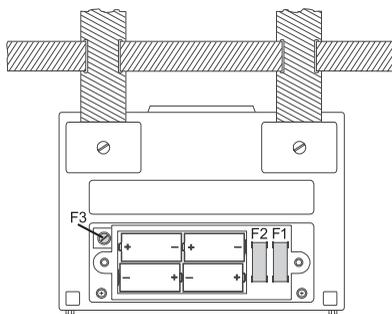

Bild 119: Batterie und Sicherungswechsel
▶ Entfernen Sie den Batteriefachdeckel (24) mit den beiden Batteriefachschrauben (25)
▶ Entfernen Sie die verbrauchten Batterien, und setzen Sie vier Alkaline Batterien 1,5V Typ IEC LR 14 / Baby ein. Achten Sie auf die korrekte Polarität der eingelegten Batterien, siehe Bild 119, Seite 74.
▶ Schliessen Sie den Batteriefachdeckel (24) mit den beiden Batteriefachschrauben (25) wieder.
Hat durch Überlastung oder Fehlbedienung eine Sicherung ausgelöst, so muss diese ausgetauscht werden. Im Batteriefach befinden sich drei Sicherungen (siehe Bild 119).
- ▶ Entfernen Sie den Batteriefachdeckel (24) mit den beiden Batteriefachschräuben (25).
- ▶ Entfernen Sie die entsprechende Sicherung (siehe Bild 119) und ersetzen Sie diese mit einer Sicherung gleichen Typs, siehe Abschnitt 6.4.2.
- ▶ Schließen Sie den Batteriefachdeckel (24) mit den beiden Batteriefachschräuben (25) wieder.